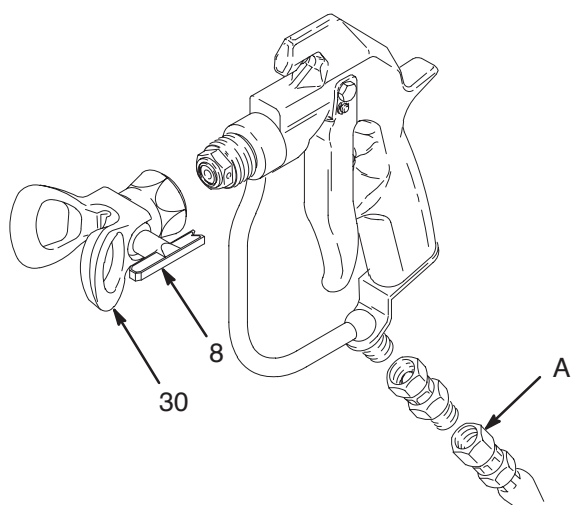

Рис. 2
1. Подсоедините электропроводящий жидкостный шланг (A) к впускному отверстию пистолета-распылителя. См. Рис. 2.
4. Установите устройство SwitchTip (8) и защитную насадку наконечника (30). Выполняйте инструкции из прилагаемого руководства. См. Рис. 2.